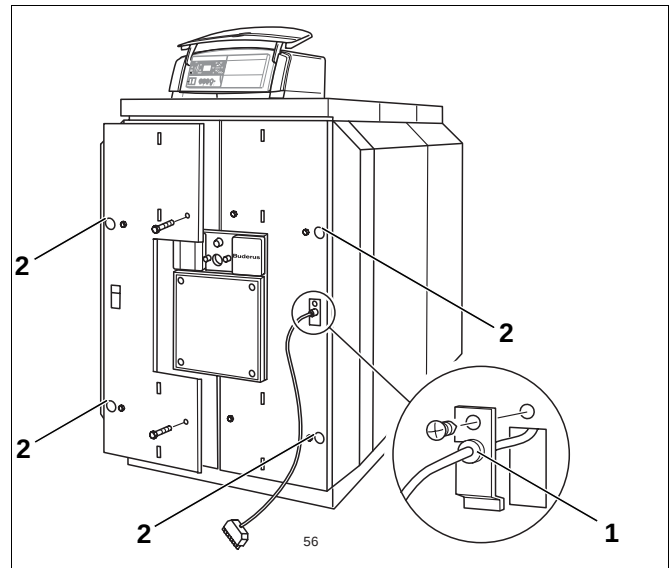

Abb. 59 Brenner­türverkleidung montieren
- Brennerkabel mit der Zugentlastung in die Kabeldurchführung einrasten (Abb. 59, **Pos. 1**).
- Brenner­türverkleidung von vorne auf die Brenner­tür aufsetzen und mit vier Maschinenschrauben an dieser anschrauben (Abb. 59, **Pos. 2**).
- Brennerkabel durch die Öffnung in der Brennertürverkleidung (Abb. 59, Seite 42) und durch den Kabeldurchgang in den Sockel des Schaltfeldes führen.